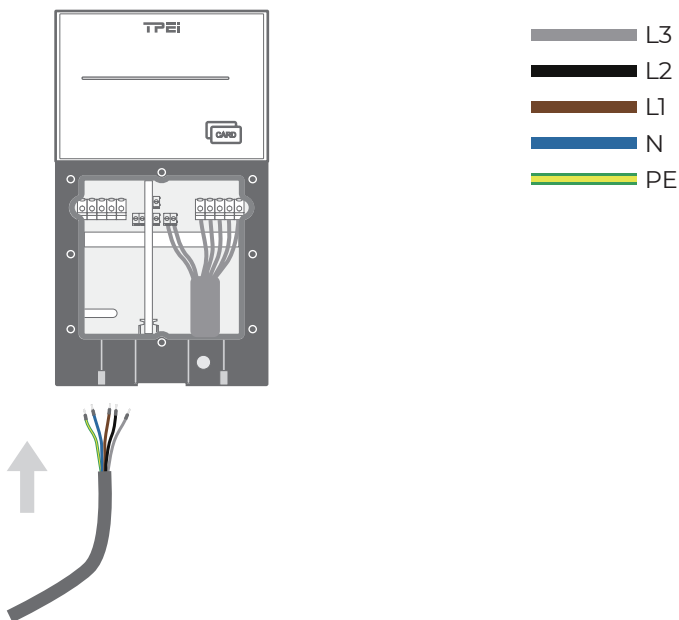

Abb. 5-14
5. Führen Sie das vorbereitete Stromkabel durch das Loch. (Siehe Abb. 5-14)